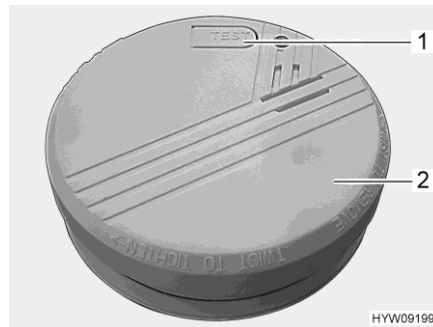

Fig. 146 Detector de humo
- Girar el detector de humo (Fig. 146,2) en sentido contrario a las agujas del reloj hasta que se deje separar del soporte.
- Probar el detector de humo. Para ello, pulsar la tecla de prueba (Fig. 146,1). Deberá sonar el tono de alarma.